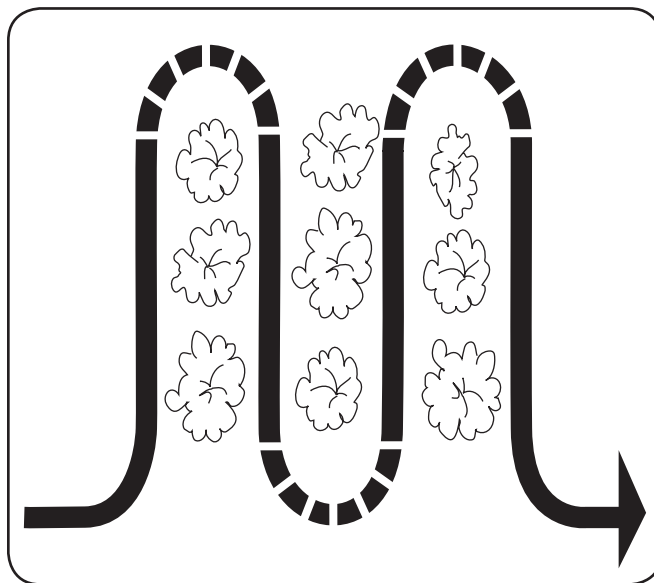

Figure 5-4
- Lorsque vous labourez le sol autour des plantes, réglez la profondeur de labourage entre 1" et 2". Voir Figure 5-4. Utilisez un réglage de très faible profondeur pour éviter d'abîmer les racines des plantes qui poussent souvent près de la surface. Si nécessaire, soulevez la poignée légèrement pour empêcher les dents de creuser trop profondément. En plus d'éliminer les mauvaises herbes, un labourage régulier ameublir et aère le sol, ce qui permet une meilleure absorption de l'humidité et une croissance plus rapide des plantes. Pour rendre le labourage plus facile, arrosez la zone de travail quelques jours avant le labourage et laissez reposer le sol fraîchement travaillé pendant un jour ou deux avant d'effectuer un passage final de labourage en profondeur.